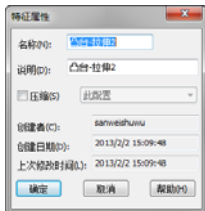

图 5-2 [特征属性] 对话框
3. 在弹出的 [特征属性] 对话框（图 5-2）中输入新的名称。